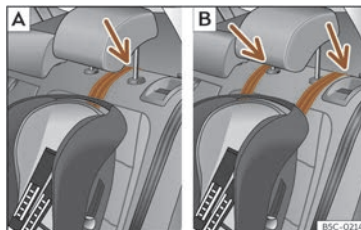
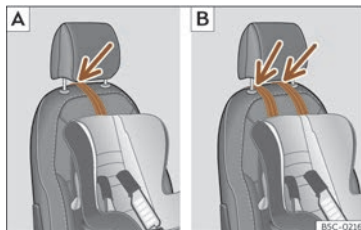

Fig. 44 Asentos traseiros: axuste e montaxe en función do cinto Top Tether.
Fig. 45 Asento do acompañante: axuste e montaxe en función do cinto de Top Tether.
- Coloque a correa debaixo do reposacabezas (segundo as instrucións do propio asento, levante ou retire o reposacabezas se é necesario) >>> **fig. 44**, >>> **fig. 45**.